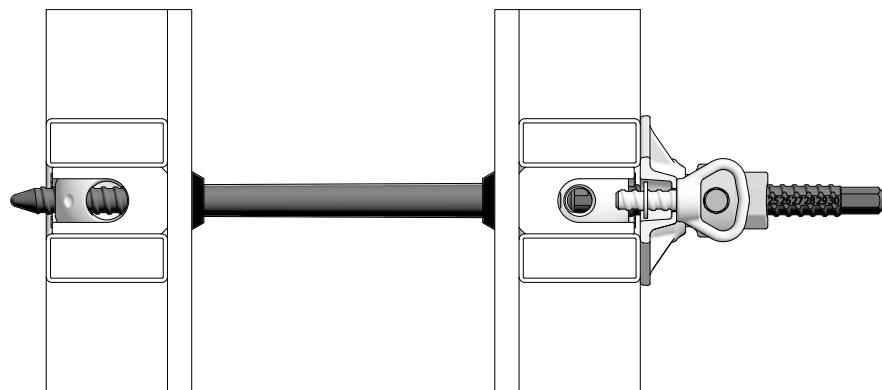

Abb. 16.2
- Einseitige Ankerung mit XT-Konusanker 20 bzw. 23 (Abb. 16.2) ohne Rillenrohr